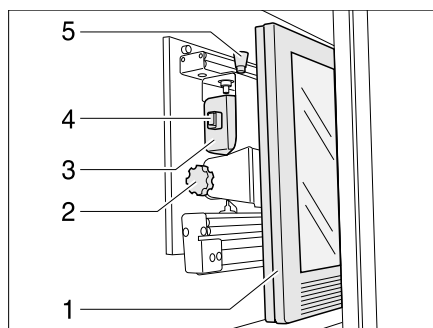

Bild 83 TV-Schrank
- Entriegelungsknopf (Bild 83,5) drücken und Halterung für den Flachbildschirm am Griffstück (Bild 83,4) bis zum Anschlag nach vorn ziehen.
- Entriegelungsknopf (Bild 83,1) ziehen und Flachbildschirm (Bild 83,2) in die gewünschte Position schwenken.
- Rändelschraube (Bild 83,3) lösen.